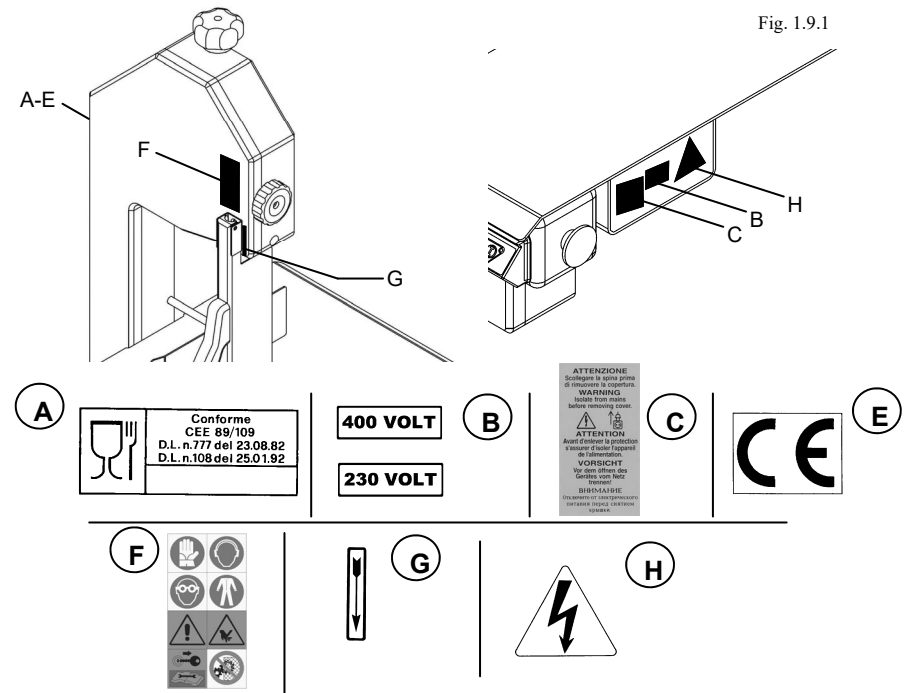

Fig. 1.9.1
1.9 Plaquettes d'avertissement et de danger (Fig. 1.9.1)